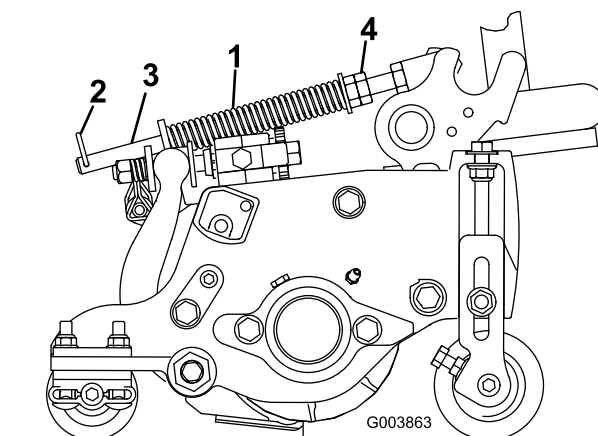

図 15
2. スプリングロッド前部の六角ナットを締めて、スプリング圧縮状態の長さが15.9 cm になるようにする図 15。
1. スプリングロッドの後穴にヘアピンコッターを忘れずに取り付けてください図 15。